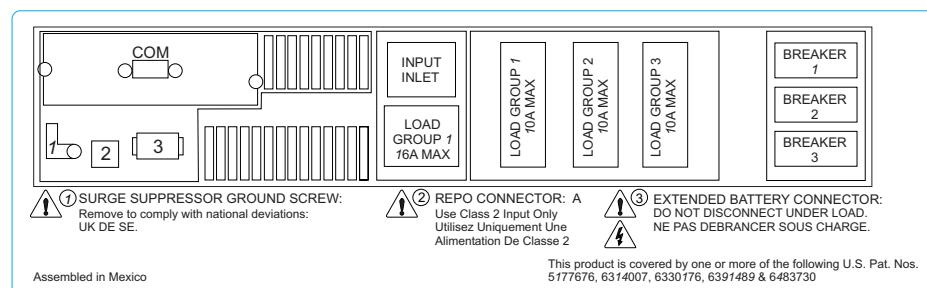

图 7. 后面板配置标签
2. 后面板配置。请参阅图 7, 它安装在 SAN Volume Controller 的电源外盖上。